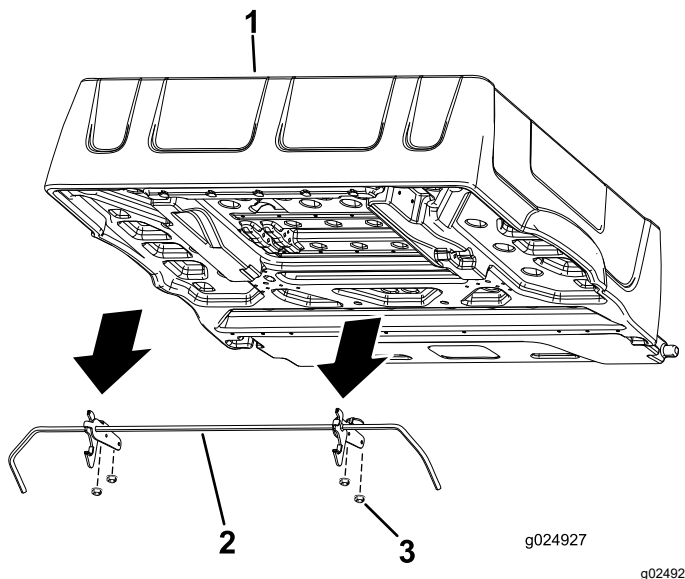

図 3
6. ラッチロッドブラケットを荷台の裏側に固定しているフランジナット4個を外す 図 3。